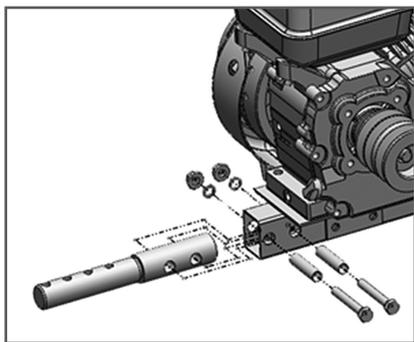

Рис. 4 Установка удлинителя
1. Установить удлинитель на раму мотокультиватора и закрепить двумя болтами М10*70 (Рис. 4).